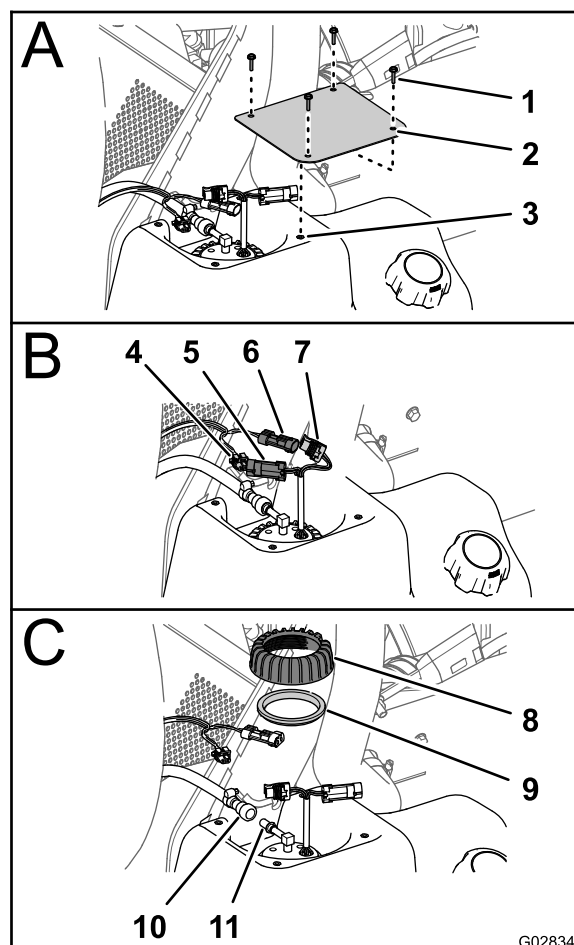

図 71
2. 燃料タンク部分で、カバーを燃料タンクに固定しているねじ#10 x 3/4" 4本を外して、カバーを取り外す 図 71。
3. 燃料ポンプ / センダーユニットの2ピンコネクタから、車両用のワイヤハーネスの2ソケットコネクタを外し燃料ポンプ / センダーユニットの2ソケットコネクタから、車両用のワイヤハーネスの2ピンコネクタを外す 図 71。
4. 燃料ホースカップラの固定スリーブを燃料ポンプ / センダーユニットのフィッティングからずらし、フィッティングからカップリングとホースを取り外す 図 71。
5. 燃料ポンプ / センダーユニットのナットを左に回して、ナットとシールを取り外す 図 71。